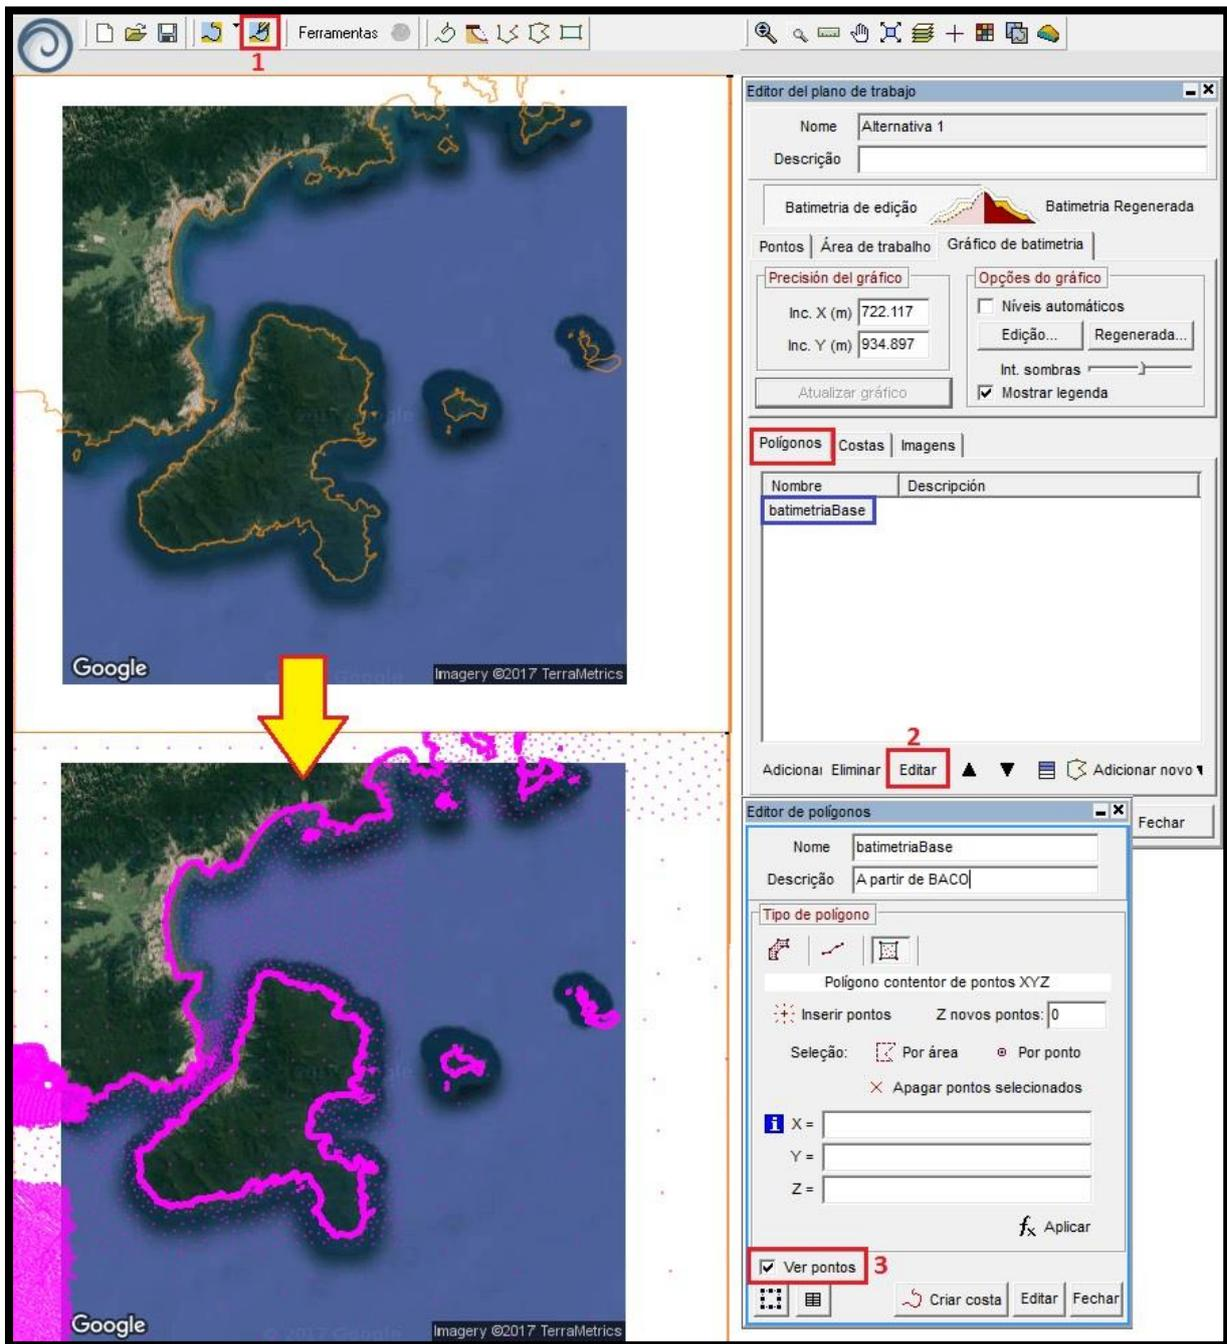

Figura 16 – Editor de Polígono da batimetria base e ativação da visualização de pontos batimétricos.
- 14) Para visualizar os pontos batimétricos abrir o () “Editor do Plano de Trabalho”. Este editor permite acessar os outros editores, tais como: polígonos, imagens e costas. Realizar os seguintes passos para ativar a visualização dos pontos batimétricos (Figura 16):
- No “Editor do plano de trabalho” (1), selecionar a subaba "Polígonos" e clicar no polígono “Batimetria base” (polígono associado aos pontos batimétricos digitalizados das cartas náuticas incluídas na área de trabalho);
- Com a batimetria base selecionada, clicar no botão “Editar” (2) para abrir o “Editor de polígonos”. Neste editor é possível alterar, inserir, modificar ou eliminar qualquer um dos pontos batimétricos. Em seguida, ativar a opção “ver pontos”, que permitirá a visualização de todos os pontos batimétricos (Figura